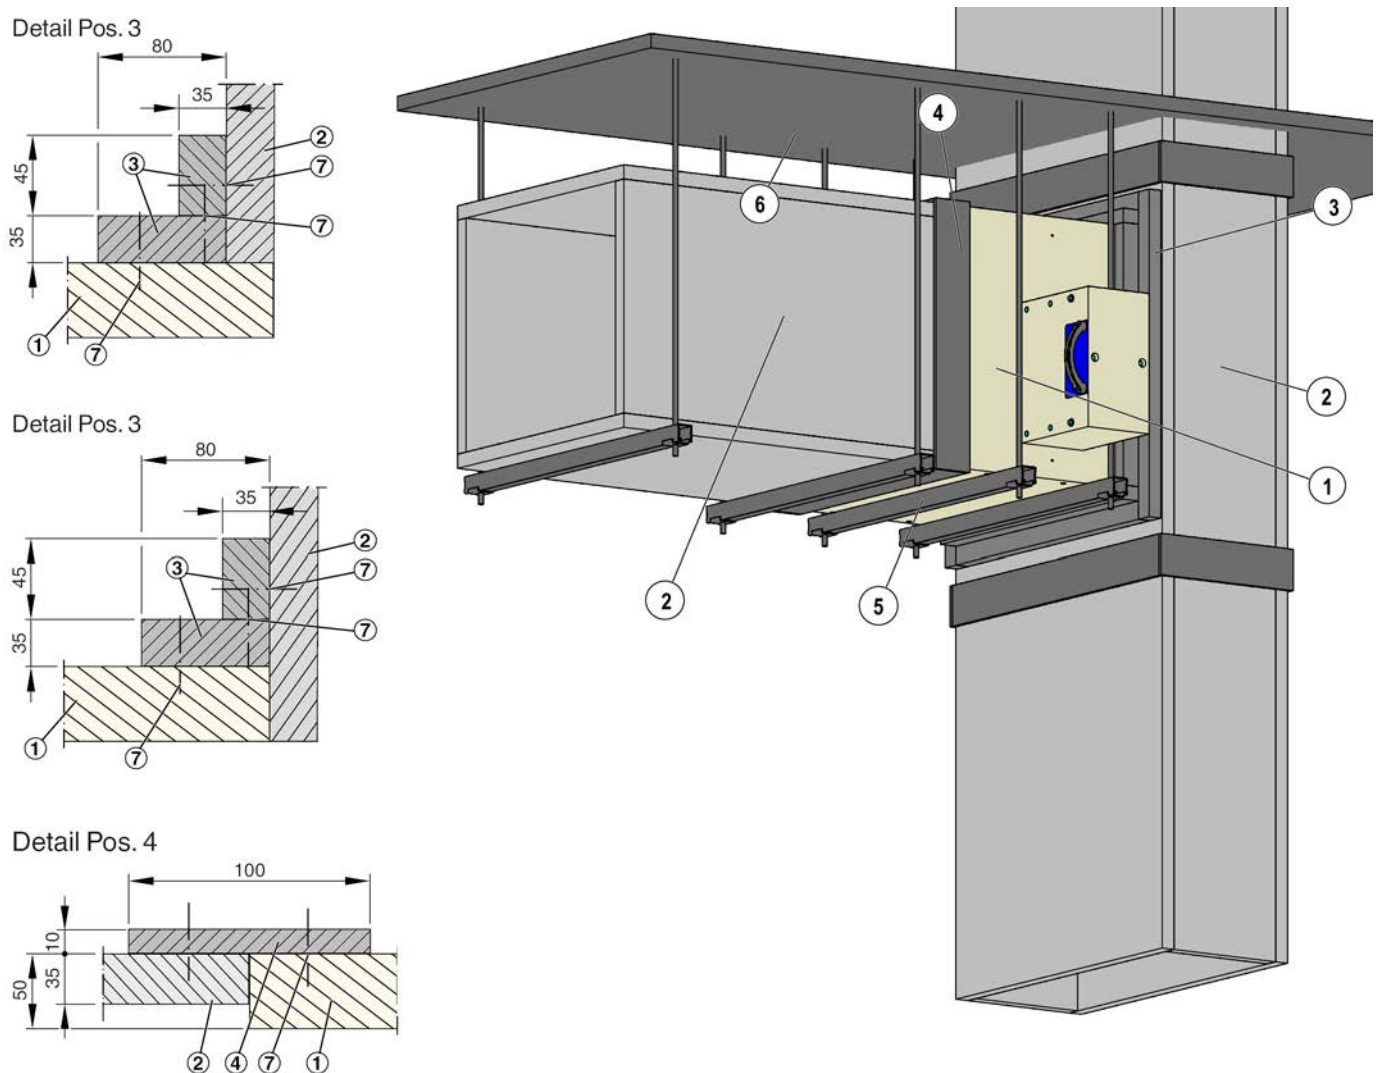

Fig. 19: Instalación a partir de conductos verticales resistentes al fuego para extracción de humo, índice de clasificación:  $v_{ed}$
2. ▶ Conectar el conducto para extracción de humo a la compueta mediante una sección en ángulo ( Fig. 19 /3) entre el conducto y la compueta. Aplicar pegamento en las juntas de las secciones en ángulo, en los conductos para extracción de humo y en la compueta para control de humo, unir las partes con grapas de acero, a una distancia de  $\leq 150 \text{ mm}$ .